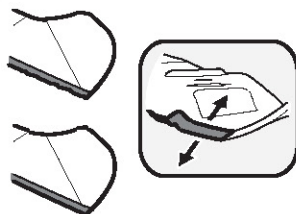

Figura 51
1. Para afilar las cuchillas de corte de forma adecuada, extraiga cantidades iguales de metal de ambos extremos de las cuchillas a lo largo de los bordes cortantes, de forma paralela al borde de caída, a un ángulo de 25° a 30°. Afíle siempre cada borde de las cuchillas de corte de forma pareja para mantener un centro adecuado entre las mismas. Consulte la Figura 51.